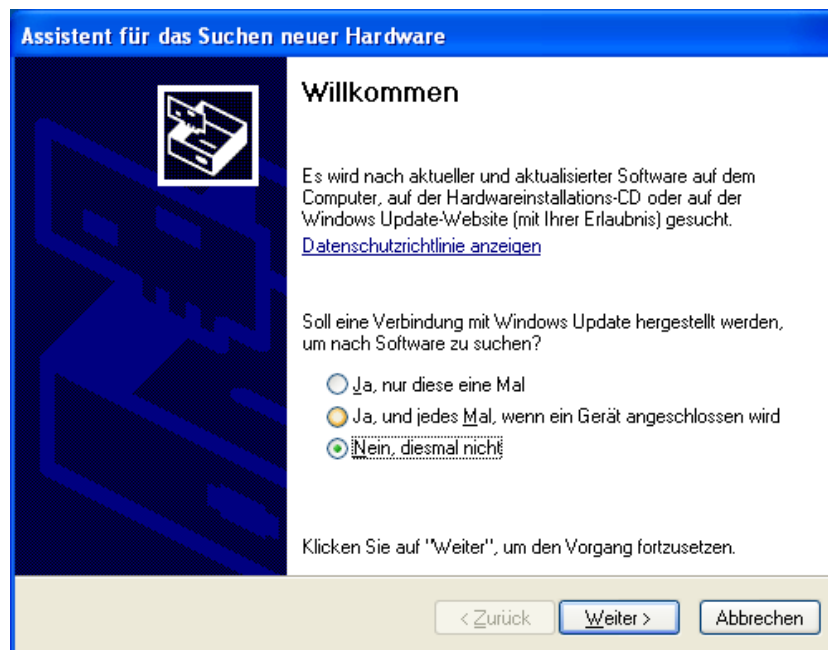

Abbildung 10.1
- Wenn es keine Internetverbindung gibt oder Windows XP SP2 entsprechend konfiguriert ist, werden Sie gefragt wie in Abbildung 10.1 dargestellt, bevor Windows Update durchgeführt wird. Wählen Sie „Nein, diesmal nicht“ aus und klicken Sie dann auf „Weiter“, um mit der Installation fortzufahren.